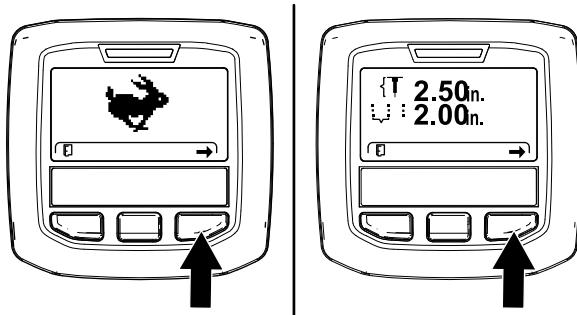
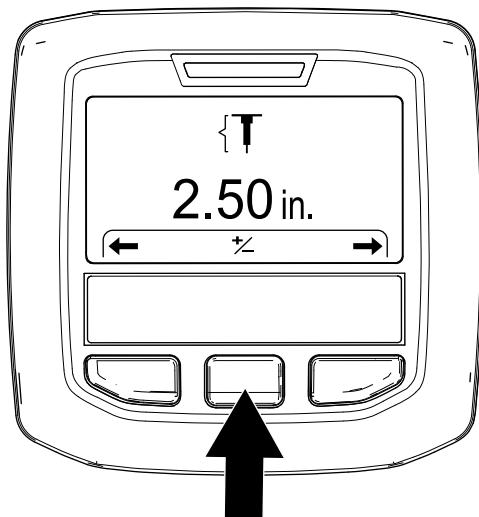

Рисунок 51
Рисунок 52
3. Нажмайте правую кнопку инфо-центра, пока не отобразится экран Setting the Hole Depth (Установка глубины прокола) (Рисунок 51 и Рисунок 52).